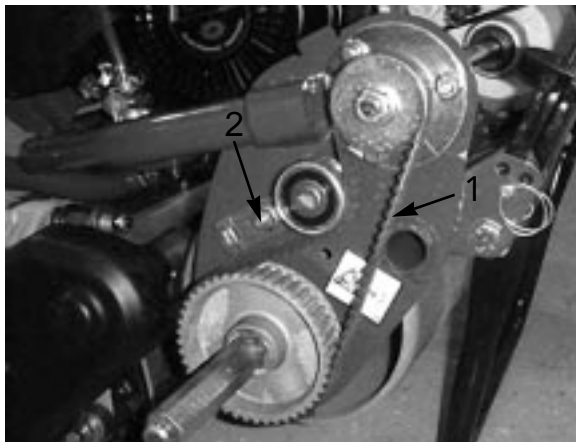

図 47
B. 3/8 インチのトルクレンチでベアリング・ハウジングを 0.4 ~ 0.46 kgm のトルクで回転させてベルトを張る (図 47)。アイドラ・ブラケット固定キャップスクリューを締める。締めすぎないように注意。